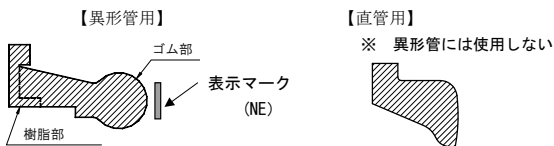

図26 ゴム輪の断面形状
- (1) 押輪、ロックリングおよびゴム輪を清掃し、押輪、ロックリングおよびゴム輪の表示がNEであること、および呼び径を必ず確認する(図26)。異形管で使用するゴム輪は、直管で使用するゴム輪と形状が異なるので、使用前に形状を確認する。また、継手を解体して取り外したゴム輪は再使用しない。